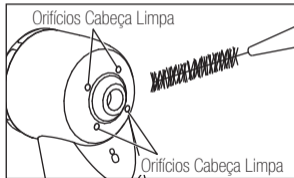

Fig. 5
- 1) Remova a sujeira e os resíduos da turbina e limpe-a com um cotonete ou pano embebido em álcool. (Fig. 5) Não utilize uma escova de arame.